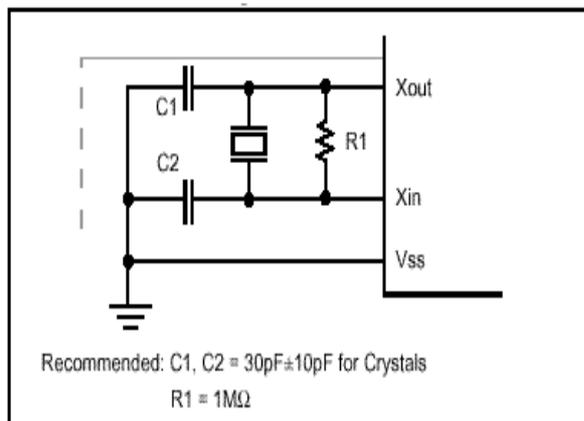

图 13-2 振荡器的连接
$X_{IN}$  和  $X_{OUT}$  分别作为输入和输出，反相放大器可设置作为片内振荡器,如图13-2所示。
**注：**使用系统时钟振荡器时，布线应避开图13-2所示区域，以防任何来自布线电容干扰。